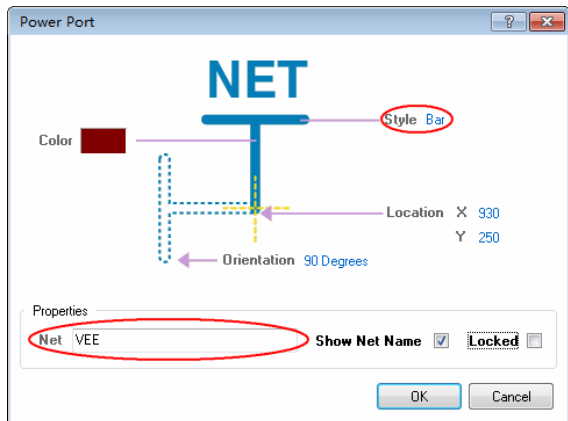
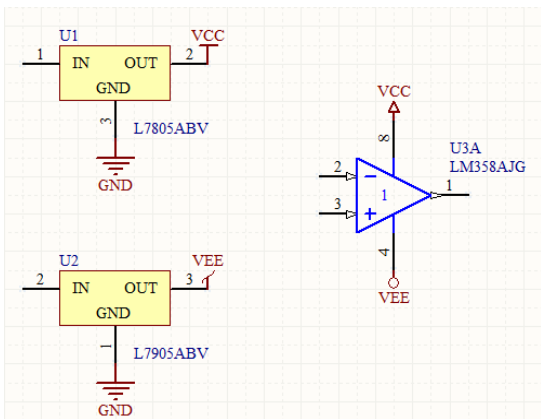

图 4-44 Power Port 属性对话框
图 4-46 外观不同、网络标签相同的电源端口是相连的
(1) 单击 Wiring 工具栏上的 $\overline{\text{VCC}}$ 按钮，光标上会出现一个网络标签为 VCC 的电源端口，移动光标到 U1 的 OUT 引脚，当出现红色米字标志时，单击鼠标左键即可完成放置。
(2) 继续移动光标至 U3A 的 8 号引脚，按照同样的方法放置 VCC 电源端口，然后单击鼠标右键退出。
(3) 单击 Wiring 工具栏上的 $\overline{\text{VCC}}$ 按钮，按下 Tab 键，在 Power Port 属性对话框的 Net 文本框中输入 VEE，如图 4-44 所示，单击 OK 按钮退出，此时电源端口的网络标签变为 VEE，在 U2 的 OUT 引脚和 U3A 的 4 号引脚放置该电源端口。
双击电源端口（或在放置状态按 Tab 键），打开属性对话框，如图 4-44 所示，可以设置网络标签名称、外观样式（Style）、是否显示或者锁定、颜色、摆放位置等属性。特别是在外观样式（Style）下拉框中，可以选择各种电源和接地符号的外形。再次提醒读者电源端口外观样式并不影响电气性质，只要网络标签相同，外形不同的电源端口仍然属于同一个网络。例如，图 4-46 中，U1 的 OUT 引脚和 U3A 的 8 号引脚是相连的，U2 的 OUT 引脚和 U3A 的 4 号引脚是相连的。